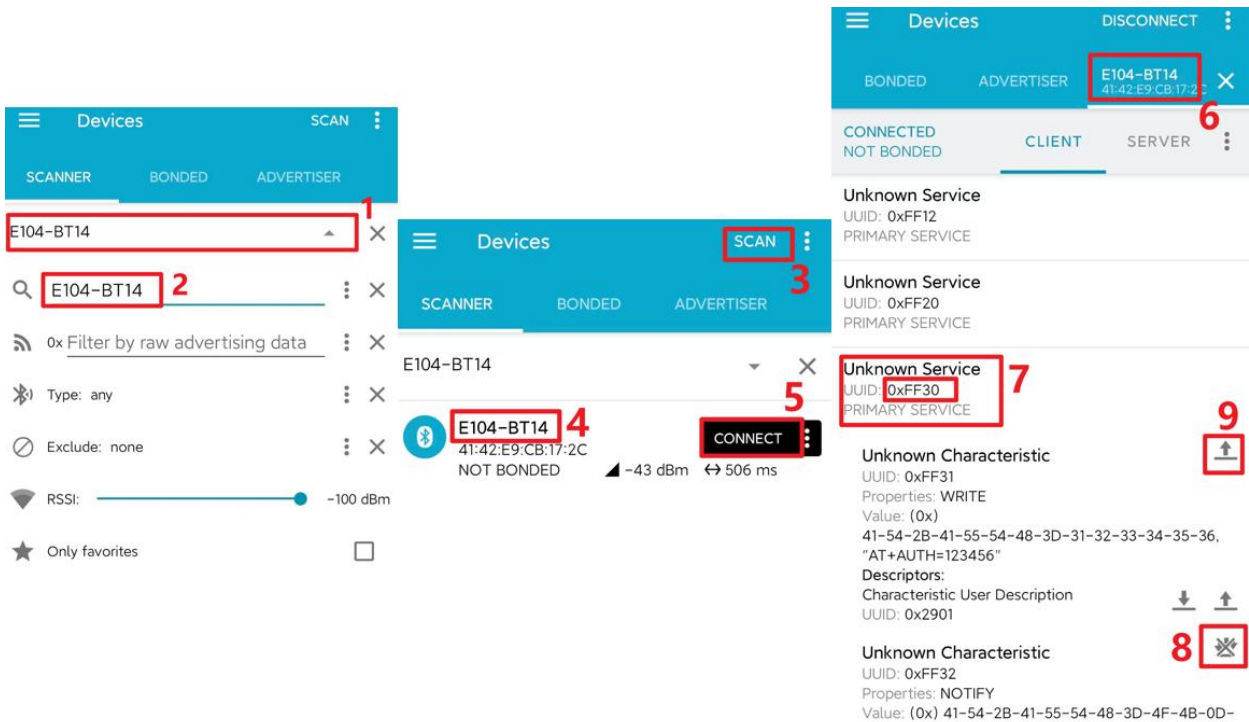

图 7.3
- 4、如图 7.3 所示，打开“nRF Connect”，然后点“序号 1”进入蓝牙广播筛选界面，在“序号 2”输入“E104-BT14”进行筛选，然后点击“序号 3”开始扫描广播，发现“序号 3”模块的广播信号，点击“序号 5”的连接，最后在“序号 6”的界面，找到“序号 7”UUID 为 0xFF30 的服务，点击“序号 8”打开 Notify 功能，再点击“序号 9”就可以发送空中配置认证密码，然后进行空中配置。
6、空中配置认证密码正确之后，就可以发送 AT 指令进行空中配置或查询模块参数，例如想查询发射功率，则再一次点图 7.3
- 5、使用“nRF Connect”软件连接蓝牙从机模块：如图 7.3 所示，打开“nRF Connect”，然后点“序号 1”进入蓝牙广播筛选界面，在“序号 2”输入“E104-BT14”进行筛选，然后点击“序号 3”开始扫描广播，发现“序号 3”模块的广播信号，点击“序号 5”的连接，等待连接成功。